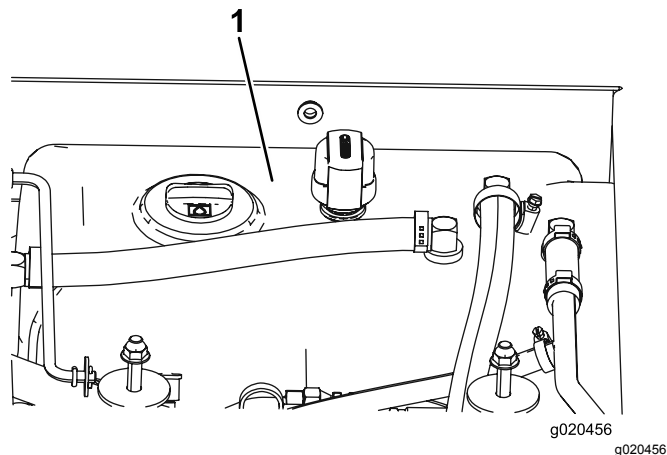

Figure 117
4. Remplissez le réservoir (Figure 117) de liquide hydraulique ; voir Entretien du système hydraulique \(page 81\).